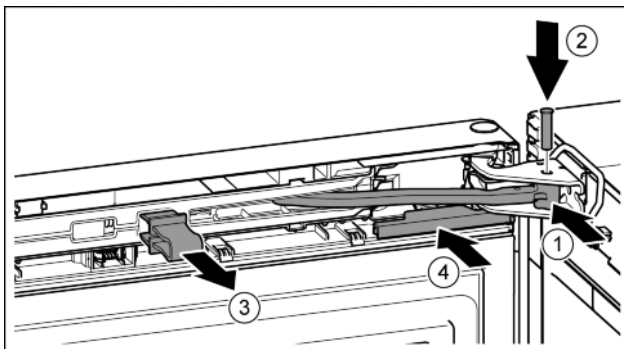

Fig. 22
- ▶ Scharnier in lagerbus draaien. Fig. 22 (1)
- ▶ Bout in de lagerbus en het scharnier aanbrengen. Opletten dat hierbij de vergrendelnok correct in de greef zit. Fig. 22 (2)
- ▶ Borging verwijderen. Fig. 22 (3)
- ▶ Afdekking erop schuiven. Fig. 22 (4)